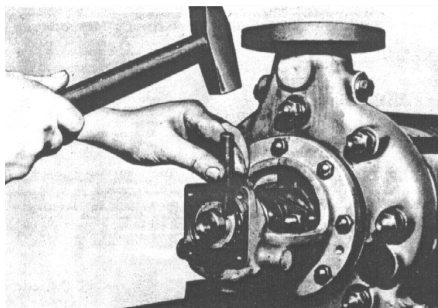

Fig. 3
- Desenroscar el Buje de Fijación del Rodamiento, usando un pasador o una llave gancho y un martillo. (ver fig. 3)